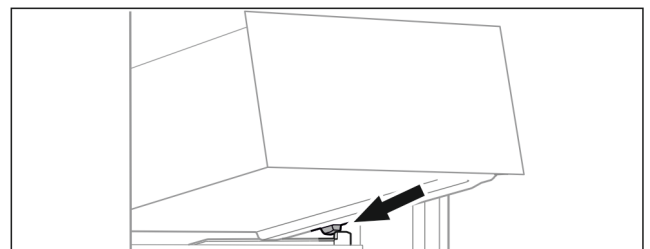

Fig. 26
- ▶ Schubfach schräg hinter den Stopperrn auf die Behälterrippe aufsetzen Fig. 26 ().